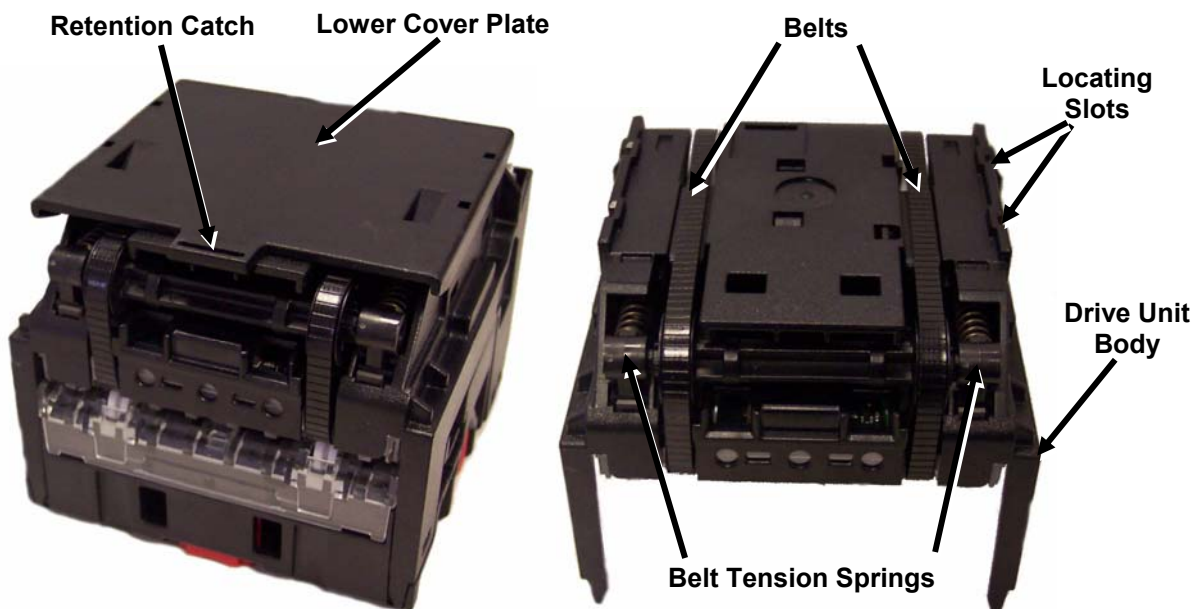

Abbildung 11 - NV8 Transportriemen
- Entfernen Sie die „Lower Cover Plate“, indem Sie die Halterung (Abbildung 11 Retention Catch) anheben, und vorsichtig nach hinten schieben.
- Drücken Sie auf die beiden unter Federkraft liegenden Räder (Abbildung 11 Tension Springs), und schieben Sie die Riemen seitlich von den kleinen, danach von den großen Rädern.